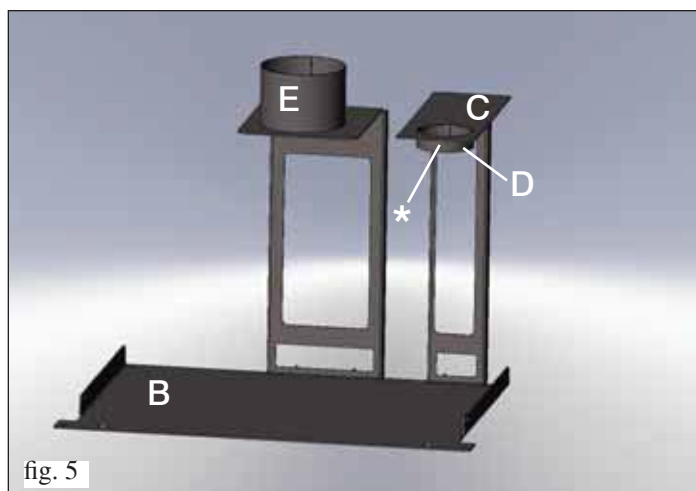

fig. 5
• Couper le tuyau à la bonne mesure et enfiler l'embout de ce tuyau au collier de l'étrier de centrage (E fig. 3 ci-contre et fig. 5 à la page 49) et le fixer au moyen des colliers fournis.
Assembler le kit de facilitation comme sur la figure 5.
• Enfiler le conduit de cheminée sur le collier de l'étrier (**C**) en l'appuyant sur la vis appropriée (*) (fig. 5).
• Enfiler le tuyau de chargement des pellets sur le collier de l'étrier (**E** fig. 5 ci-contre et fig. 3 à la page 47) en le fixant avec le collier fourni.